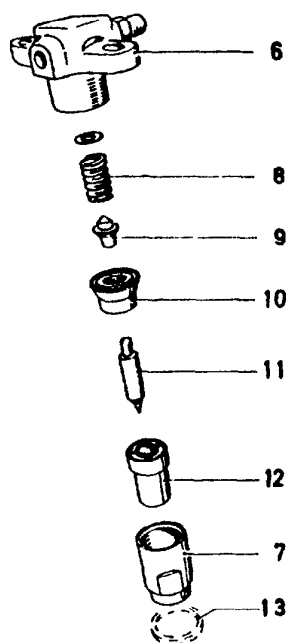

Fig. 74
5. Sett dyseholderen sammen som vist i fig. 74. Påse at fjærtappen (9) settes med den korte ende mot fjæren.